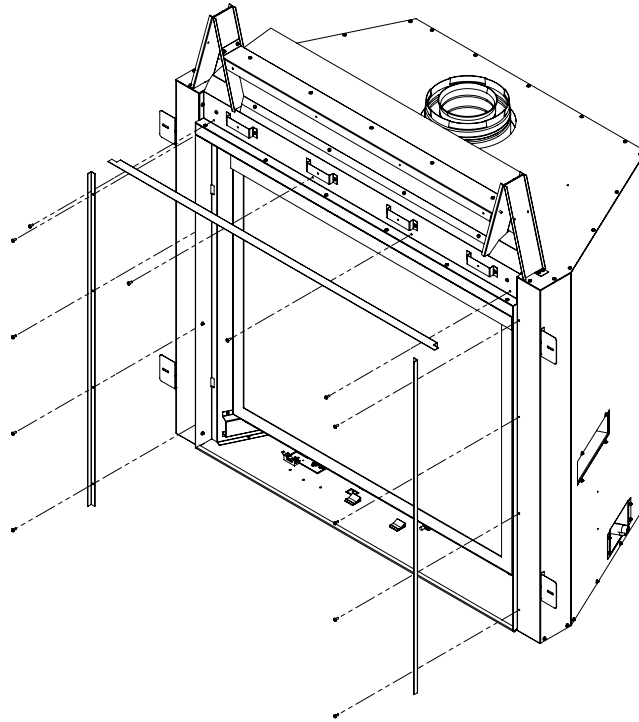

Figure 32: Installation D'Entretoise de L'Impasse
- Retirez le moteur pas à pas existant à l'aide d'un tournevis T20 (voir Figure 32).